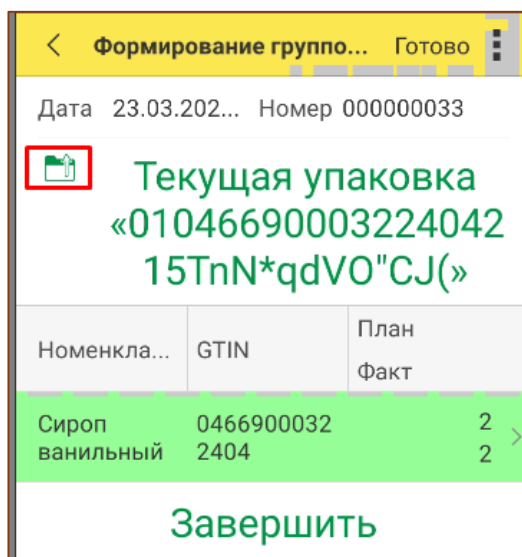

Рис. 8.10 – Переход от групповой упаковки в документ
- В одном документе может быть сформировано несколько упаковок. Для переключения между ними необходимо воспользоваться соответствующей кнопкой (Рис. 8.10).